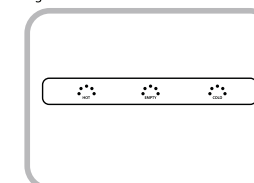

Fig.3
6. Allumez l'interrupteur d'eau chaude, attendez quelques minutes, puis allumez l'interrupteur d'eau froide. Laissez l'appareil atteindre les températures minimales d'eau froide et chaude. Cela prend environ 30 - 45 minutes et est indiqué par l'extinction des Lumières Indicateurs. (Fig. 3)